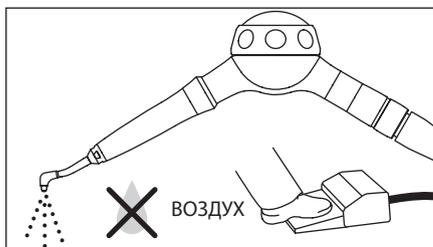

Рис. 5
- 2) Дайте устройству поработать вхолостую, только с воздухом для того, чтобы удалить воду и порошок из насадки. (Рис. 5)